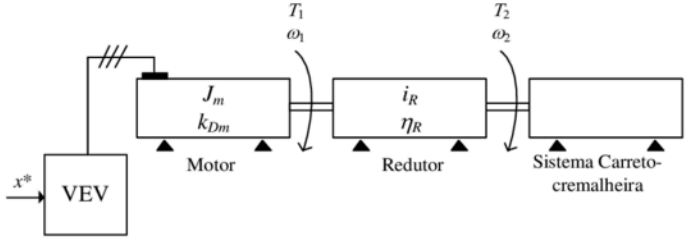

Figura A.1 – Esquema de blocos global do accionamento electromecânico.
Esquema de princípio de acordo com o enunciado do problema representado pela Figura A.1.
Equação mecânica do sistema (Figura A.1) obtida por (1).